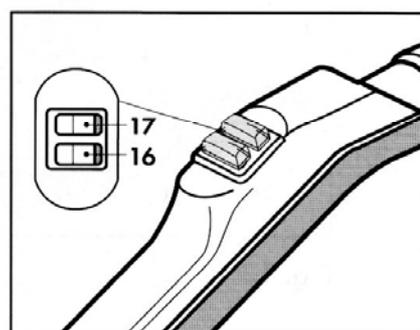

Fig. 8
- erogare vapore, premendo il pulsante rosso (16) (**Fig. 8**);
- aspirare vapore, liquidi e sporco in genere, premendo il pulsante blu (17) (**Fig. 8**);